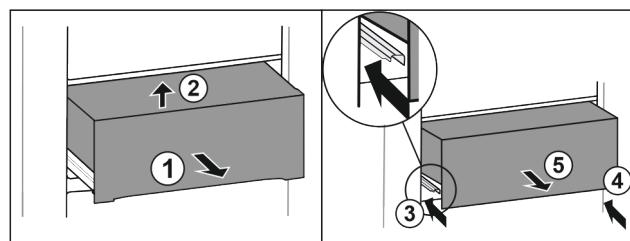

Fig. 40\*
- Вытяните выдвижной ящик наполовину Fig. 40 (1).\*
- Приподнимите спереди Fig. 40 (2).\*
- Вставьте левую направляющую Fig. 40 (3).\*
- Вставьте правую направляющую Fig. 40 (4).\*
- Извлеките выдвижной ящик движением вперед Fig. 40 (5).\*